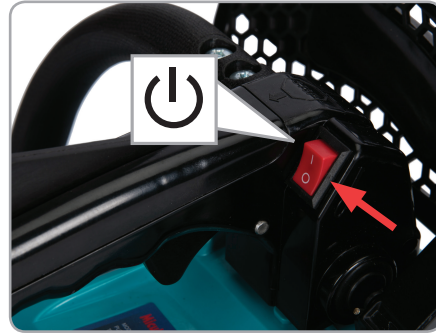

Fig.9
- Puneți comutatorul în poziția „I” (fig.9).